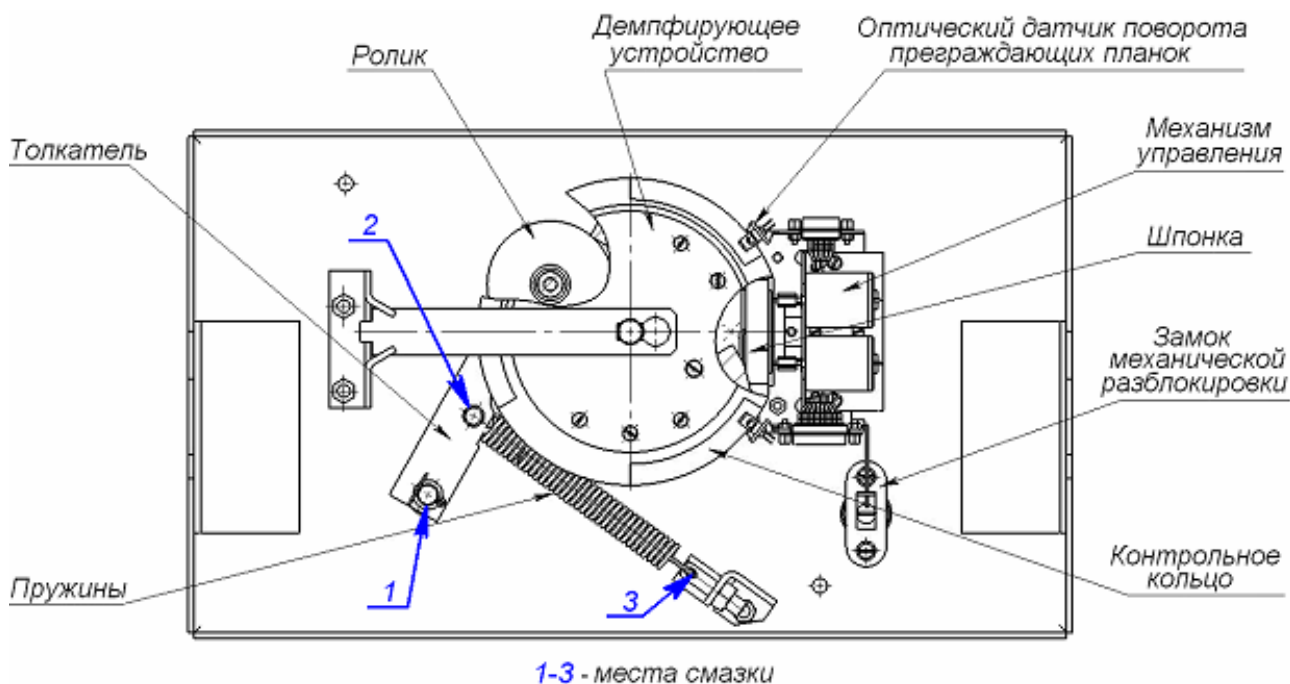

Рисунок 17 Расположение внутренних деталей и узлов механизма турникета
2. Снимите крышку (3) в порядке, указанном в разд. 6;
4. Осмотрите устройство доворота (толкатель, пружины и ролик), оптические датчики поворота преграждающих планок и демпфирующее устройство (см. рис. 17);
- четыре втулки на устройстве доворота – две на оси вращения толкателя и две на оси крепления пружин, а также отверстия в деталях крепления пружин, по две - три капли масла в каждое место смазки (места смазки указаны на рис. 17); не допускайте попадания смазки на поверхность кольца контрольного и на ролик;
- механизмы секретности замка механической разблокировки (7) и замка крышки (4) со стороны замочной скважины;
11. Проверьте крепление преграждающих планок (5), для этого:
- отверните отверткой винт М4×25 крепления крышки (6) и снимите крышку;